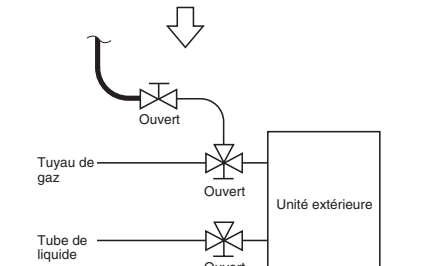

Fig. 8-6
- Si la quantité de charge de réfrigérant supplémentaire ne peut pas être chargée en une fois, charger le réfrigérant restant sous forme liquide en utilisant le robinet de service de tube de gaz avec le système en mode de refroidissement lors de la marche d'essai. (Fig. 8-6)